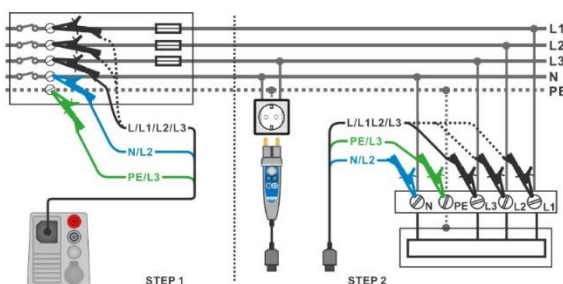

Abbildung 7.50: Spannungsabfallmessung – Anschluss des Commander-Prüfsteckers und des 3-adrigen Prüfleiters
- › Schließen Sie den 3-adrigen Prüfleiter am Ursprung der elektrischen Anlage an, siehe **Abbildung 7.50**.
- › Für das Anschließen des 3-adrigen Prüfleiters oder des Commander-Prüfsteckers an den Prüfpunkten, siehe **Abbildung 7.50**.